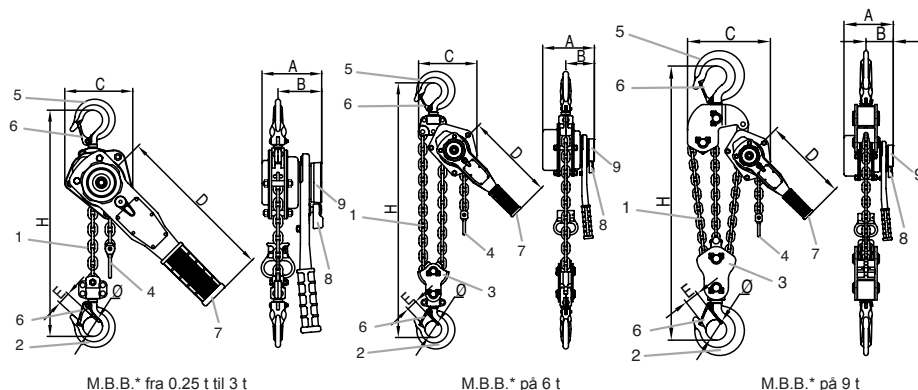

Fig. 1
bravo™ taljen leveres udstyret med en løftkæde (nr. 1, fig. 1) med en standard løftehøjde på 1.50 m. Løftkæden til modellerne 0.5 t til 3 t består af en enkelt streng med en løftekrog for enden (nr. 2, fig. 1). Løftkæden til 6 t modellen består af 2 strenger og en krog i taljeblok (nr. 3, fig. 1). Kædens frie ende er udstyret med et nederste endestop (nr.4, fig.1).
1. Kontroller, at bravo™ taljen er hængt korrekt op i krogen (nr. 5, fig. 1) og at sikkerhedspalen (rep.6, fig. 1) er lukket korrekt (se figur 2 og 3).
bravo™ taljen manøvreres med et håndtag (nr. 7, fig. 1), som operatøren bevæger frem og tilbage for at løfte eller sænke en last, trække eller stramme.
2. Anbring vælgerhåndtaget (nr. 8, fig. 1) i neutral position "0".
3. Drej hjulet (nr. 9, fig. 1) modsat uret uden last for at lukke bremsen op; kæden er nu fri.